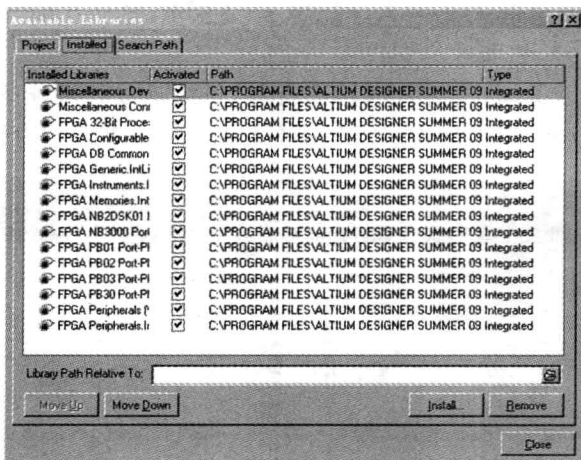

图 1.4 安装零件库对话框
(1) 在零件库面板上方按 Libraries 按钮,开启图 1.4 所示的对话框。